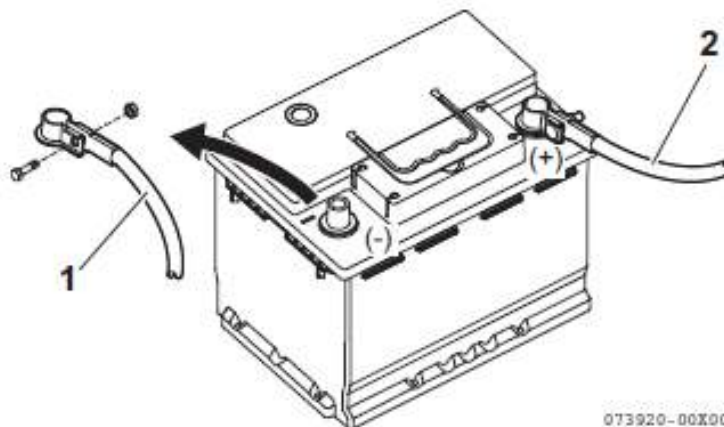

Рисунок 23
1. При отсоединении аккумуляторных проводов, сначала ослабляется и снимается минусовой (-) провод (Рисунок 23, (1)).
2. В последнюю очередь от аккумуляторной батареи отсоединяется плюсовой (+) провод (Рисунок 23, (2)).